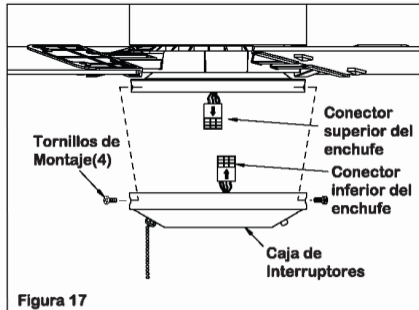

Figura 17
1. Remueva cuatro tornillos de montaje del lado de la Cubierta de la caja de interruptores (figura 17).